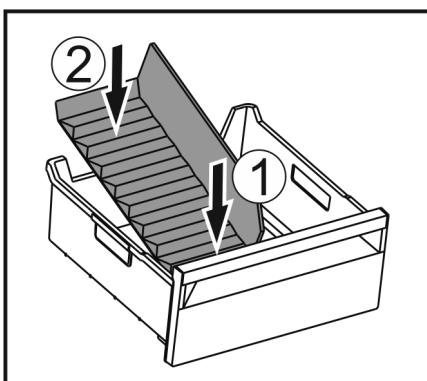

Fig. 238
- Vorderen Teil des Eisfach-Trenners einsetzen. Fig. 238 (1)
- Hinteren Teil des Eisfach-Trenners bis zum Schubfachboden absenken. Fig. 238 (2)